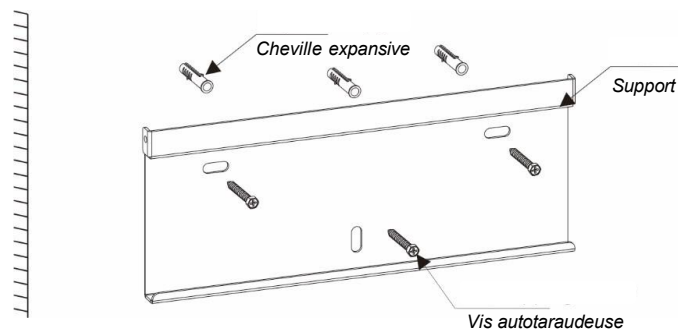

Figure 4.4 Montage mural de l'onduleur
Voir les figures 4.4 et 4.5 pour les instructions de montage de l'onduleur.
2. Assurez-vous que le support est horizontal et que le trou de montage (comme indiqué à la figure 4.4) est correctement marqué, puis enfoncez les chevilles d'expansion dans le mur à l'aide d'un marteau.